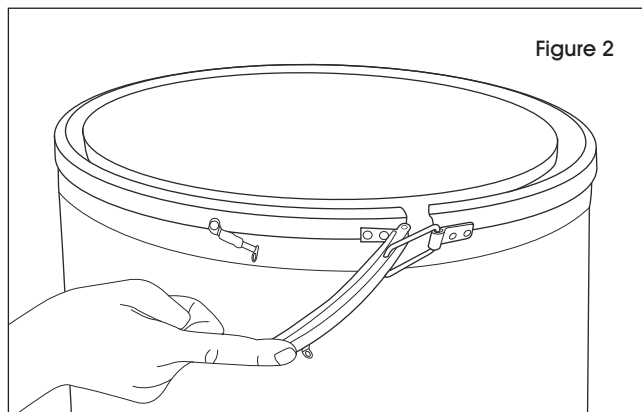

Figure 2
3. Ouvrez la poignée et poussez vers l'arrière pour libérer l'anneau de verrouillage. (Voir Figure 2)